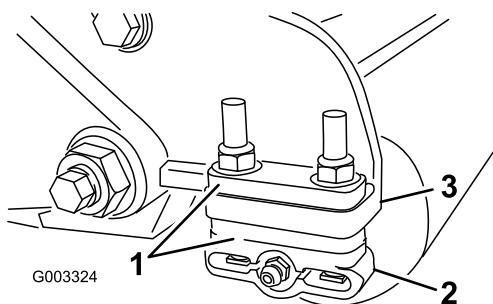

図 13
- 希望の刈高範囲に必要な数のスペーサを刈高チャートで確認し、スペーサをサイドプレートの取り付けフランジ図13の下に入れて、後ローラのブラケットの位置を正しくセットする図13。